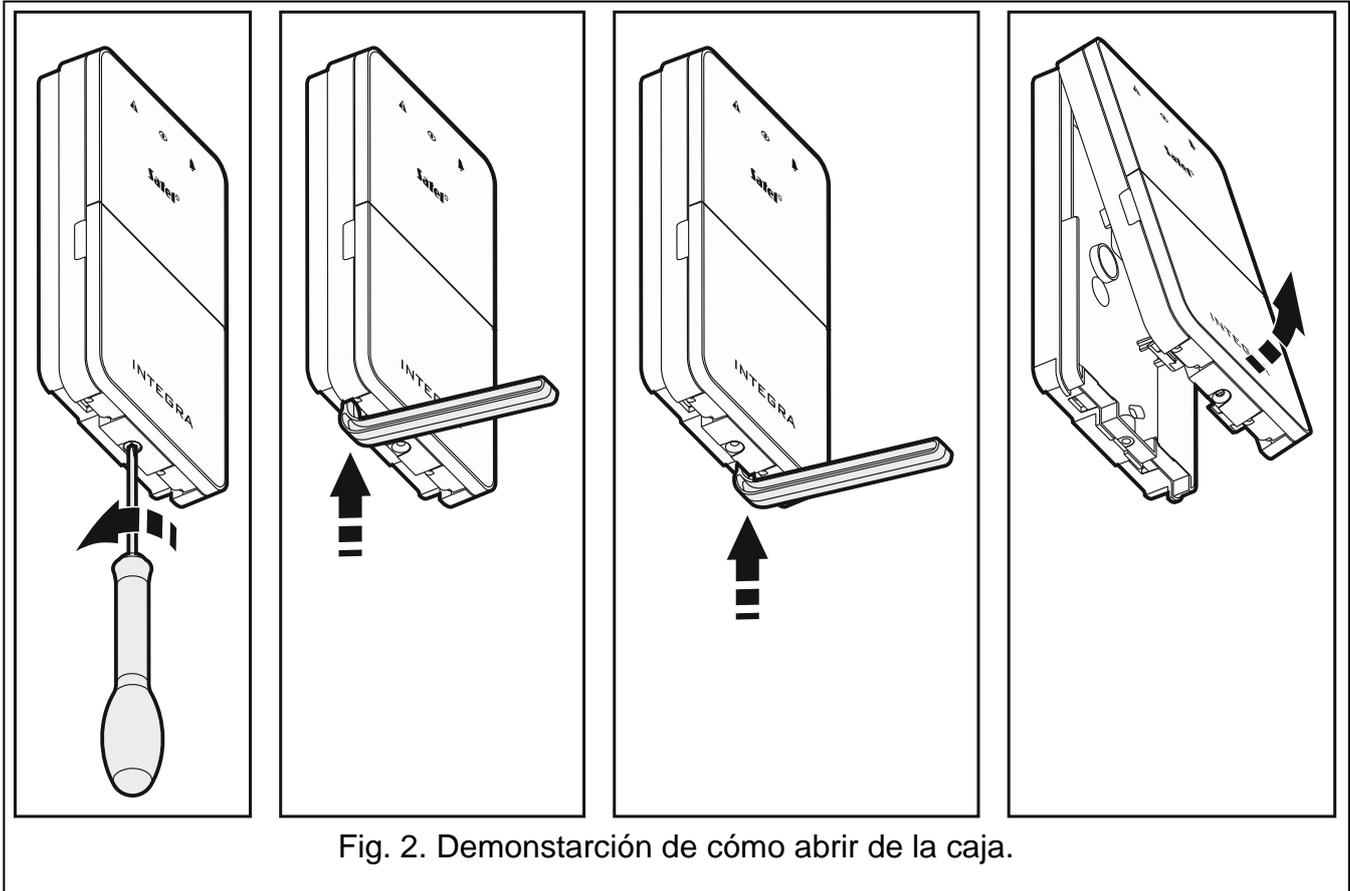

Fig. 2. Demostración de cómo abrir de la caja.
1. Abrir la caja del teclado (ver: fig. 2). La herramienta que sirve para abrir la caja, presentada en la figura de abajo, está entregada con el teclado.